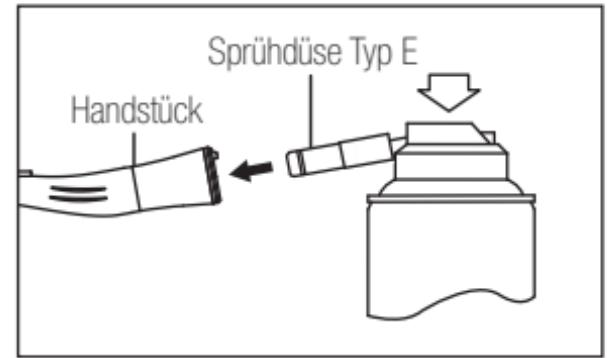

Abb. 10
3) Setzen Sie die Sprühdüse auf der Rückseite des Handstücks ein. Halten Sie das Handstück fest und sprühen Sie für die Dauer von etwa 2-3 Sekunden. Tragen Sie Schmiermittel auf, bis es mindestens 2 Sekunden lang aus dem Handstückkopf austritt. (Abb. 10)
- 3) Schmieren Sie das Handstück mit NSK PANA SPRAY Plus (Abb. 10) oder Care3 Plus.